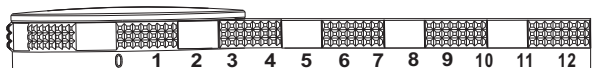

図6
回転式スイッチ上の明るさ設定番号を本体の「△」印に合わせて設定します。回転式スイッチ設定に関しては図6を参照してください。
3. 保護キャップ（図6参照）を取り外し、スロット付きねじ回しを調節ターレットスロットに合わせて、時計回り/反時計回りにねじを回して弾着点を調節します。1クリックは0.5MOA値に相当します。